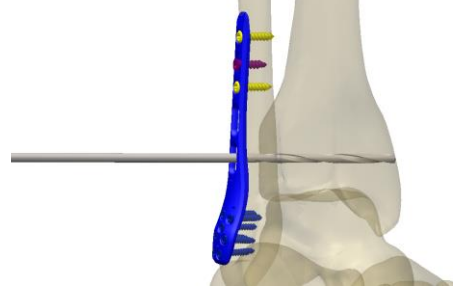

Figura 2
2. Perfure as 4 corticais (fíbula e tibia) com a broca Ø3,7mm. Pode ser utilizado o fio e uma broca canulada para um melhor posicionamento do furo (figura 2).